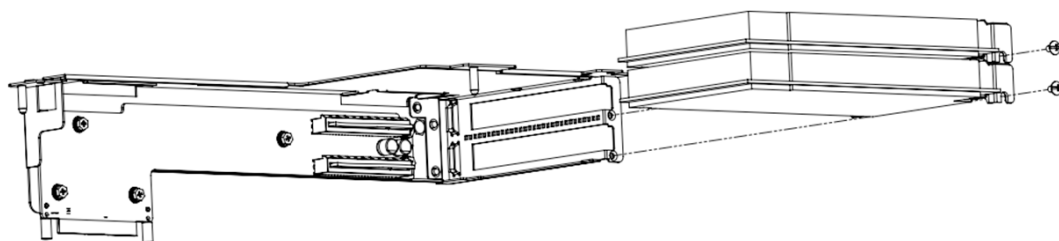

Figure 2.20 Assembly of FHHL Expansion Cards/ 安装全高半长扩充卡 / 安裝全高半長擴充卡
4. Insert the PCIeX8 expansion cards (FH/HL) into the proper slot then attach it. (See Figure 2.20)
4. 将 PCIeX8 全高半长扩充卡片插入适切的位置并使用文件片侧边螺丝锁紧（如图 2.20 所示）
4. 将 PCIeX8 全高半长扩充卡片插入适切的位置并使用槽片侧边螺丝锁紧（如图 2.20 所示）